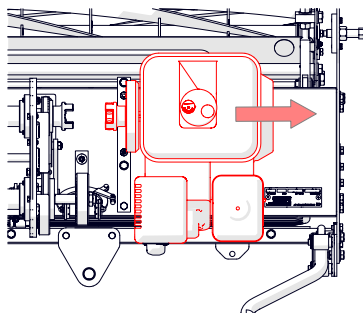

Fig. 17D - Far scivolare il motore allontanandolo dal giunto
5. Verificare che il tappo del serbatoio del carburante e quello dell'olio motore siano ben fissati in posizione. Far scivolare il motore verso il lato destro della macchina e rimuoverlo lateralmente in modo sicuro (Fig. 17D).